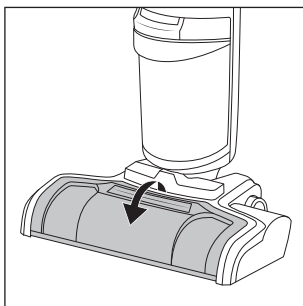

Fig. 33
- ◆ Prindeți protecția de stopire **7** în partea de sus a mânerului (**PULL**) și trageți-o în față pentru a o scoate din bază **3** (a se vedea fig. 33).